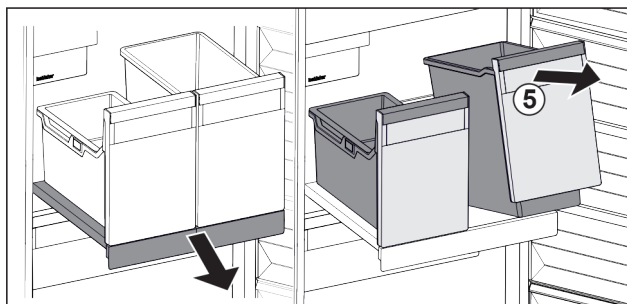

Fig. 104
- Tõstke anum Fig. 104 (5) eest üles.